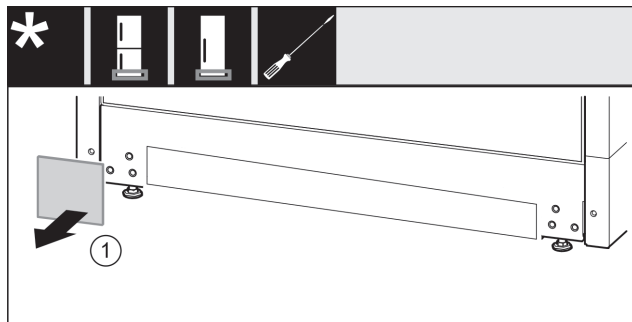

Fig. 18
- Vegye le a fedelet Fig. 18 (1).